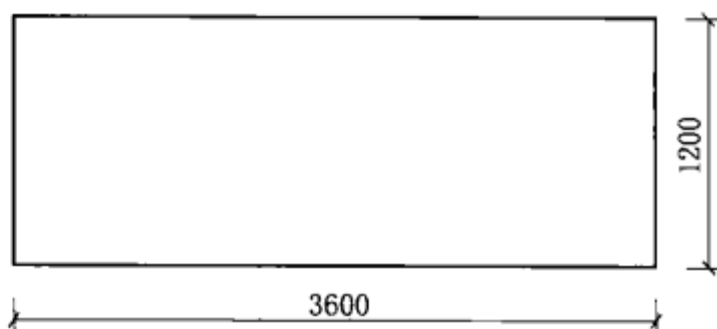

图5-8 某黑板示意图
**【例9】** 求如图5-8所示黑板框刷调和漆两遍工程量。
**【解】** (1) 定额工程量